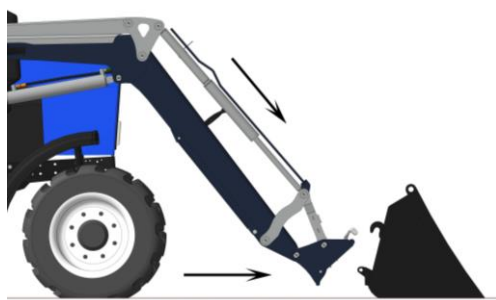

Рис. 2.13
- разверните подвеску, как показано на рис. 2.13;